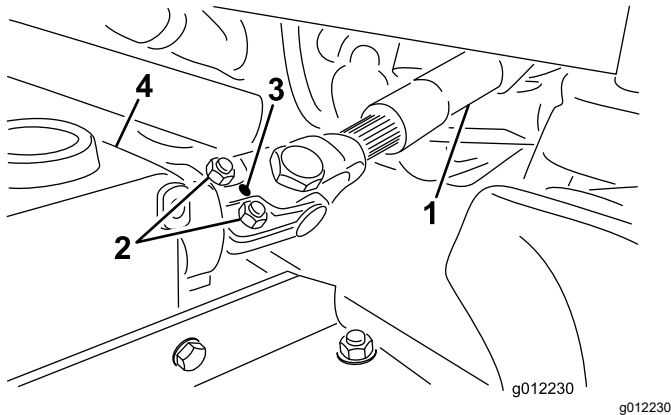

图 6
- 从端轭和齿轮箱轴卸下滚销图 6。
- 松开 2 个平头螺丝和锁紧螺母图 6。
- 用滚销将 PTO 驱动轴的端轭固定至齿轮箱轴图 6。
- 拧紧锁紧螺母将端轭固定到齿轮箱轴图 6。上紧锁紧螺母扭矩至 2025N·m。